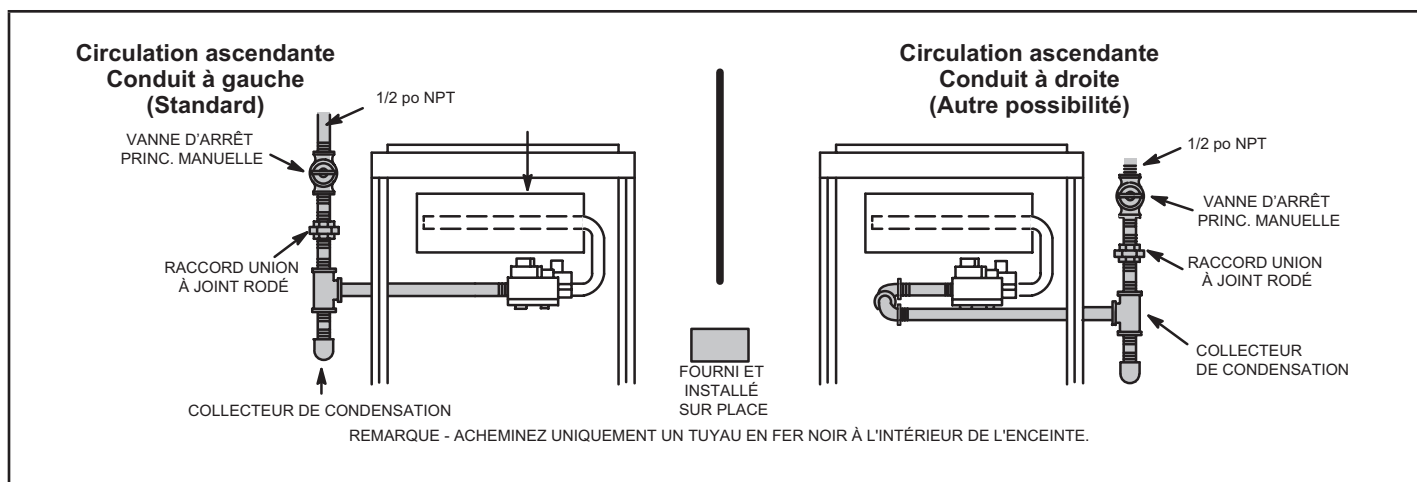
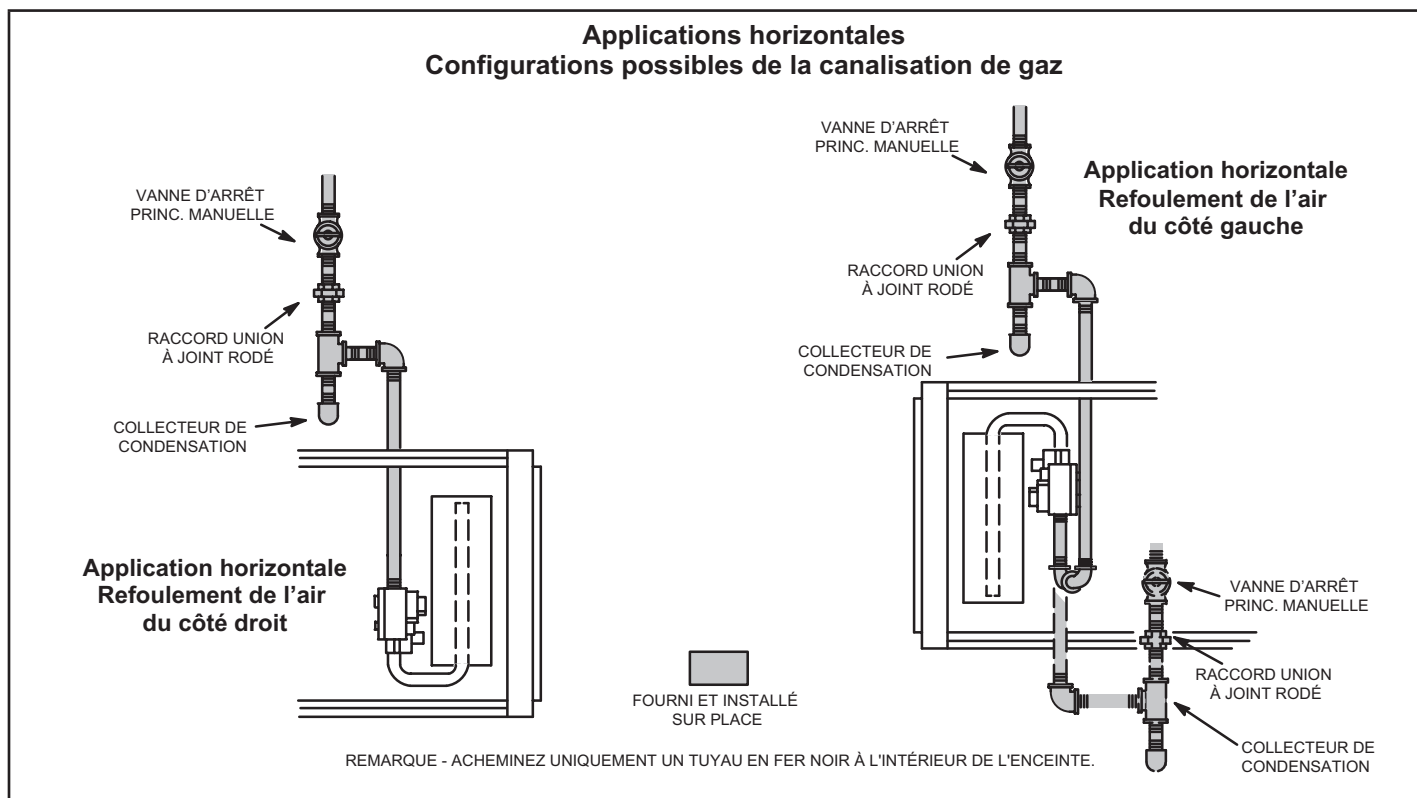

Figure 56
Figure 57
- 1 - La canalisation de gaz peut pénétrer dans l'unité par le côté droit ou le côté gauche. La canalisation d'alimentation entre dans la vanne de gaz par le côté de la vanne, comme illustré à la Figure 56. Connecté la canalisation de gaz sur la vanne. La canalisation de gaz doit être serrée à un couple minimum de 350 lb-po et un maximum de 800 lb-po sur la vanne de gaz.
- 3 - La canalisation de gaz ne doit pas traverser les conduits d'air, les chutes à linge sale, les cheminées ou conduits d'évacuation des gaz, les monte-plats ou les cages d'ascenseur. Centrez la canalisation de gaz dans l'ouverture. La canalisation de gaz ne doit pas toucher le côté de l'unité. Reportez-vous à la Figure 56 et au Figure 57.